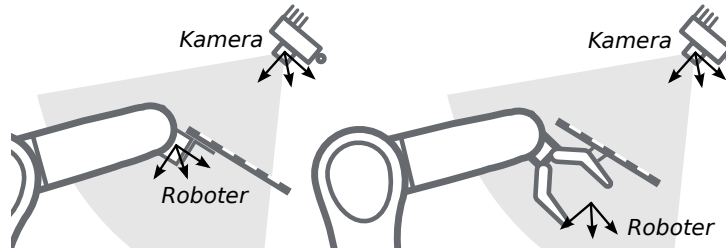

Abb. 5.7: Alternative Montageoptionen für die Befestigung des Kalibrierusters am Roboter
**Kalibrierung einer statisch montierten Kamera** In Anwendungsfällen, bei denen die Kamera statisch verglichen zum Roboter montiert wird, muss das Kalibriermuster, wie im Beispiel in Abb. 5.6 und Abb. 5.7 angegeben, angebracht werden.
**Bemerkung:** Für das Modul zur Hand-Auge-Kalibrierung spielt es keine Rolle, wie das Kalibriermuster in Bezug auf das benutzerdefinierte *Roboter*-Koordinatensystem genau angebracht und positioniert wird. Das bedeutet, dass die relative Positionierung des Kalibrierusters zu diesem Koordinatensystem weder bekannt sein muss, noch für die Kalibrieroutine relevant ist (siehe in Abb. 5.7).